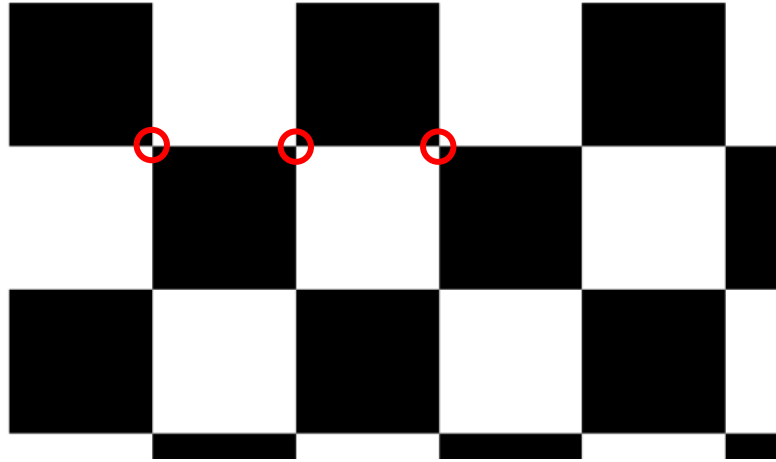

Figure 54
- Si la source de l'échiquier est autre que celle fournie dans ce document, l'utilisateur devra relever le nombre de coins sur la longueur et la largeur de l'échiquier. La Figure 54 montre la capture d'une partie d'un échiquier sur lequel a été marqué les coins qui ont intérêt pour la